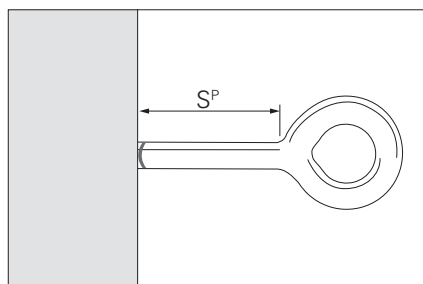

Fig. A12.02
- Il golfare (**100**), compreso l'anello, non deve sporgere più di 7 cm dalla base di ancoraggio. Ciò è garantito se il golfare viene avvitato fino all'ultima tacca davanti all'anello. (Fig. A12.02)